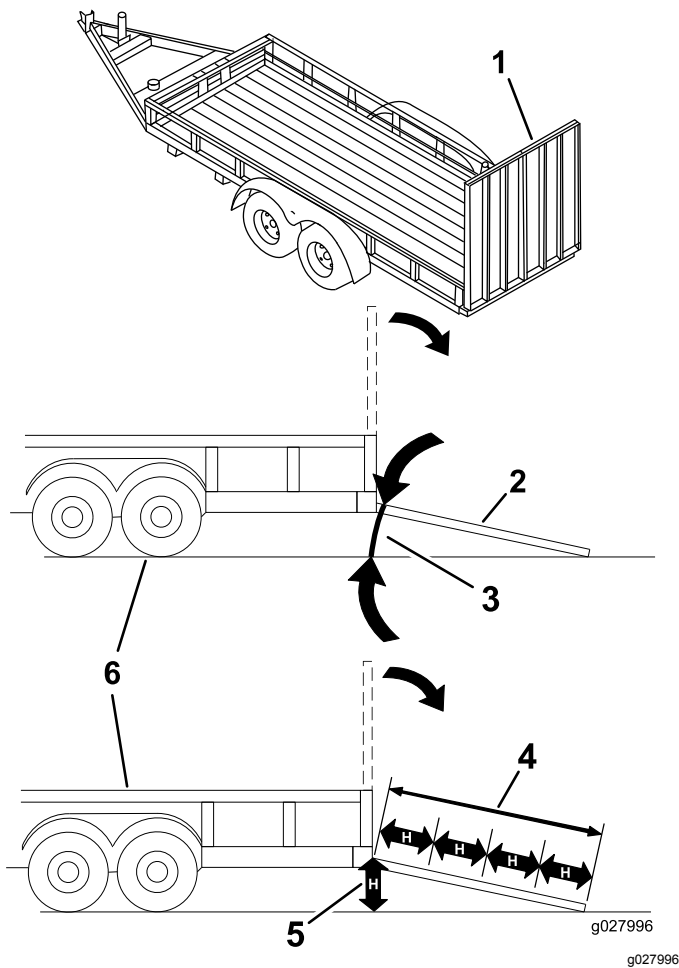

Figura 25
**El cargar la máquina en un remolque o un camión aumenta la posibilidad de un vuelco y podría causar lesiones graves o la muerte (Figura 25).**
1. Baje la rampa, asegurándose de que el ángulo entre la rampa y el suelo no supera los 15 grados (Figura 25).